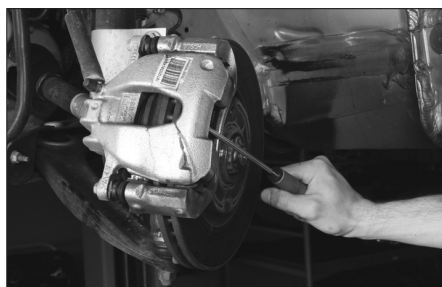

Fig. 1
- A l'aide d'un tournevis, faire levier pour repousser partiellement le piston de l'étrier (Fig.1).